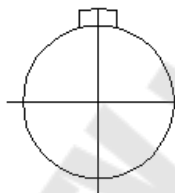

Рис. 4.8. – Результат работы команд Обрезать и Удалить
6. Выбрать команду Обрезать, а затем удалить «мусор» и получить рис. 4.8.